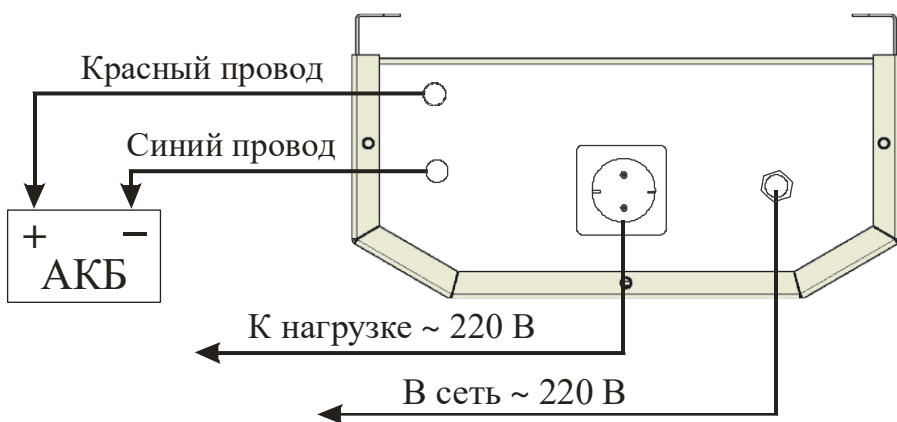

Рисунок 4. Подключение ИБП RESERVE-500 S
1. Произведите подключение ИБП к аккумуляторной батарее. **Строго соблюдайте полярности! Красный провод соответствует «+» батарее, Синий «-»** (см. рис. 4).
3. Подключите питаемое оборудование к розетке источника (рис. 4).
5. Подайте напряжение питающей сети, для чего вставьте сетевую вилку источника в розетку (рис. 4).